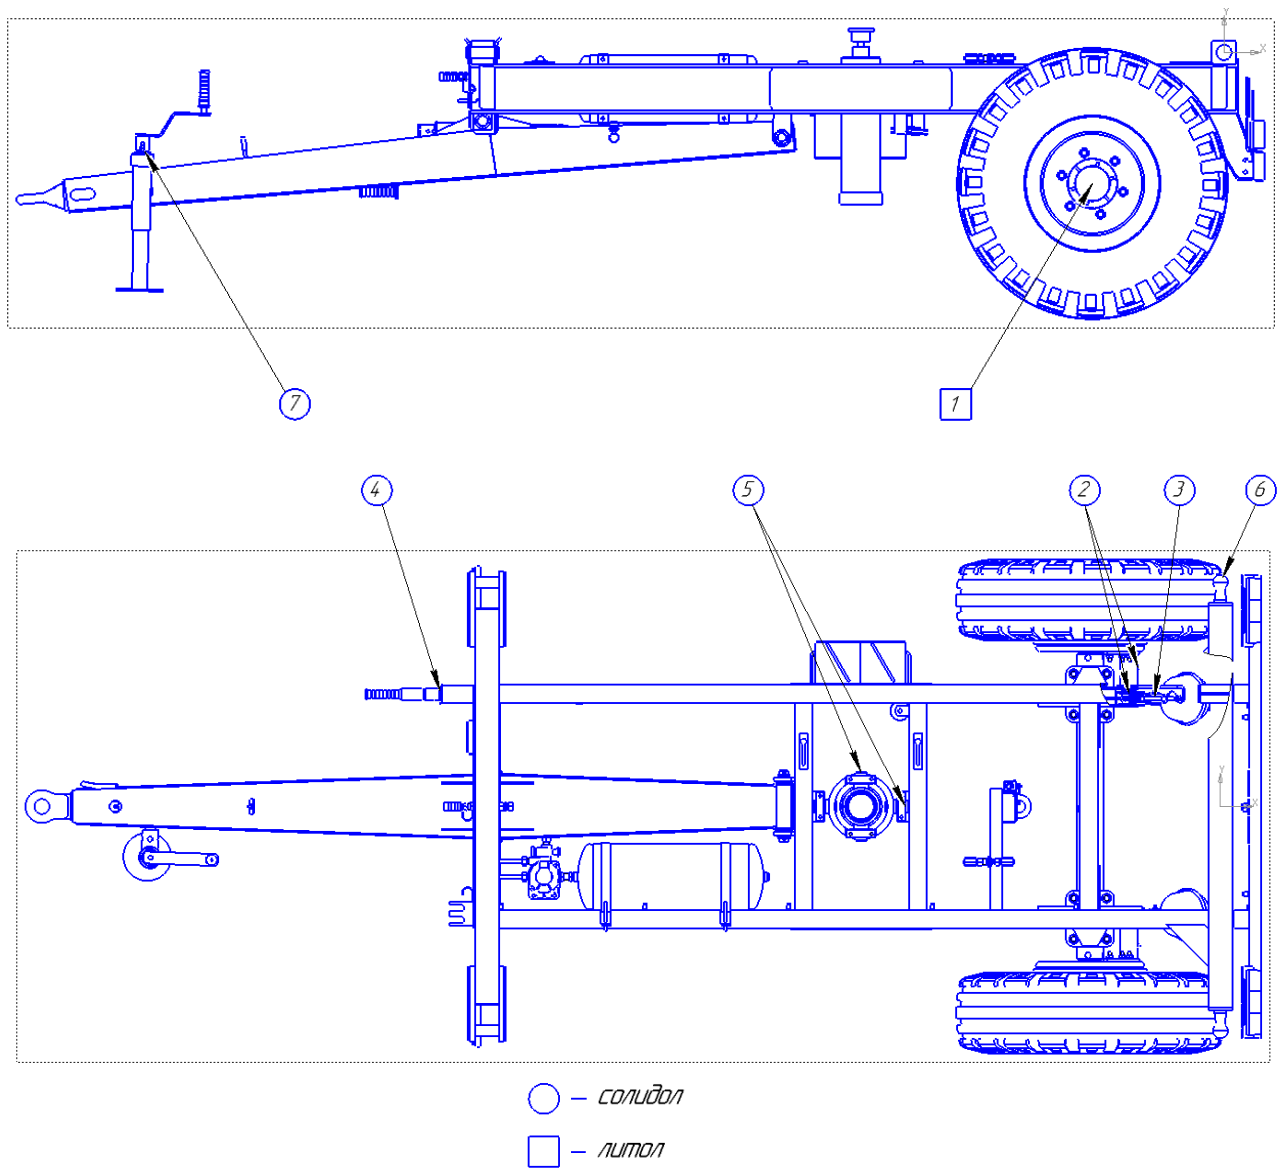

Рисунок 8.1 – Схема смазки
8.5 При проведении технического обслуживания и при снятии с хранения произвести смазку полуприцепа в соответствии со схемой смазки (рисунок 8.1) и картой смазки (таблица 5)